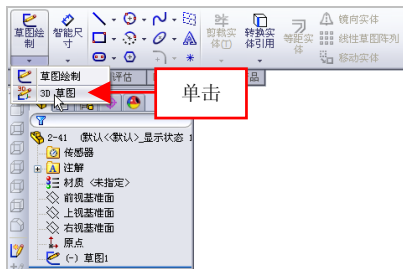

图 2-42 单击【3D 草图】按钮
(2) 在【草图】选项卡中，单击【草图绘制】右侧的下拉按钮，在弹出的列表框中，单击【3D 草图】按钮，如图 2-42 所示。